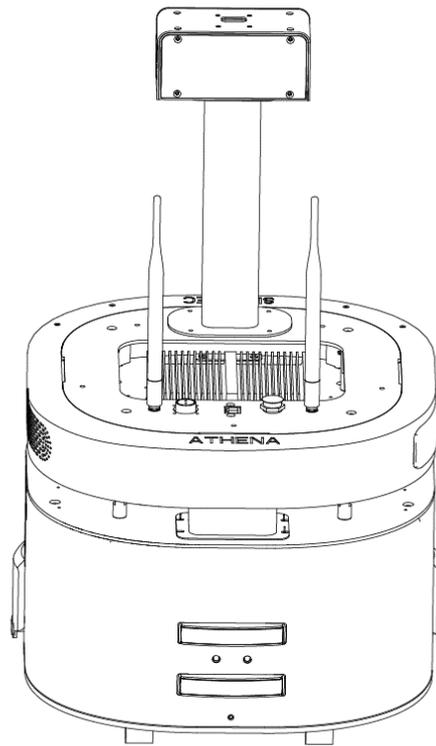

图 11
3. 如图 11, 为 Athena 底盘后壳所在一侧, 带有充电片。